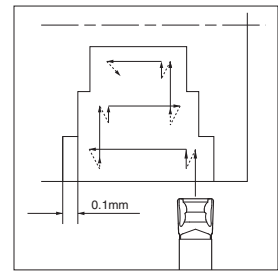

Abb. 3
- 1) Wenn Sie die Stechbreite erweitern möchten, wenden Sie das "Stufendrehen" an (siehe Abb. 3).